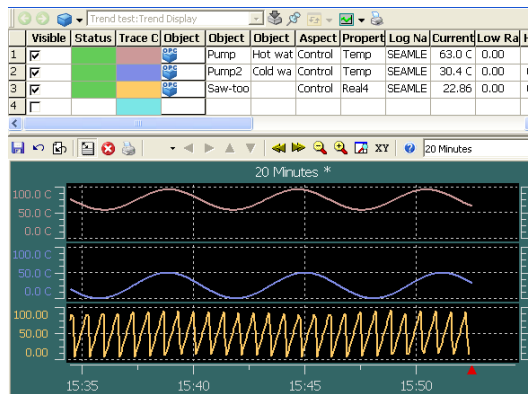

Abbildung 105. Trendanzeige Top Ansicht
- Gleich wie oben, aber mit der Trendtabelle oben; das ist die Top Ansicht (siehe Abbildung 105).